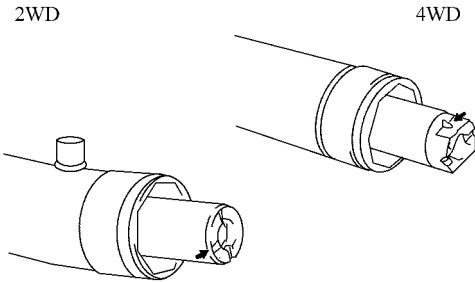

图 16-78 用钢丝检查管孔
(13) 检查管孔。使用钢丝检查管孔，以确认它没有被润滑脂阻塞，如图 16-78 所示。